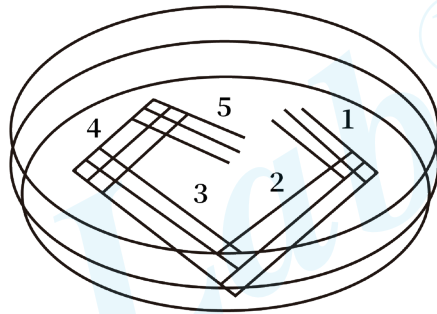

图 1. 五段交叉划线法示意图
- 1, 客户收到菌株后, 不可直接吸取菌液接种扩繁。应先对菌种进行复壮, 待长出单菌落后挑单菌落接菌扩繁; 复壮方法如下: 在超净台打开盖子, 用接种环沾取少量甘油菌液采用交叉划线法 (图 1) 在 LB 平板表面轻轻划线 (注意: 不要刺破培养基), 将平板封口后放 37 度培养 15-20h, 即可长出单菌落。
B, 取出无菌接种环, 注意不要污染, 图 1 所示为标准的五段交叉划线法, 分五个区, 每个区划三条直线, 第 1、2 区可共用一个接种环, 划好 1, 2 区后换一个新接种环划第 3 区, 再换一个新接种环划第 4 区, 再换一个新接种环划第 5 区, 每一次换接种环划线要经过前面划线区的划线痕迹, 这样就相当于对菌种进行稀释。简易划线也可只划 3 个区或 4 个区。